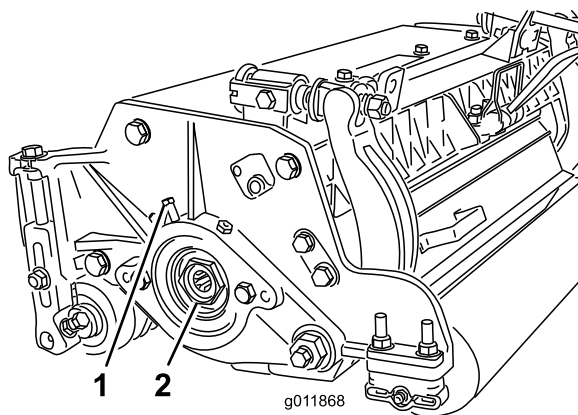

図 28
A. カッティングユニットの左側にあるベアリングハウジングにベアリング調整ナットを固定している固定ネジをゆるめる図 28。